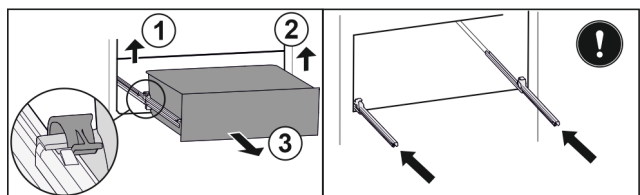

Fig. 102
- ▶ Підняти лівий затискач і одночасно висувний ящик ліворуч потягнути вперед. Fig. 102 (1)
- ▶ Підняти правий затискач і одночасно висувний ящик праворуч потягнути вперед. Fig. 102 (2)
- ▶ Вийняти висувний ящик рухом вперед. Fig. 102 (3)